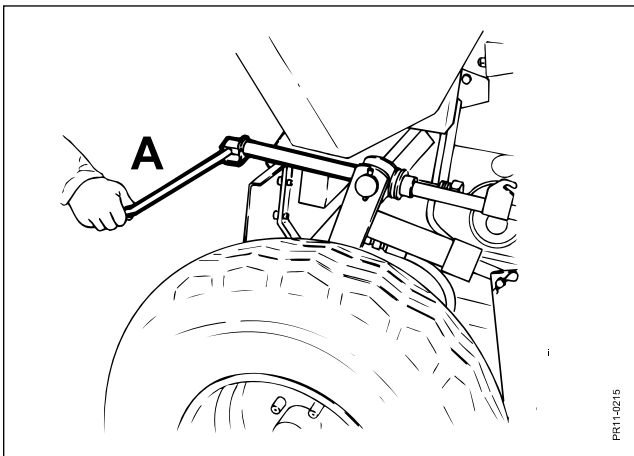

Fig. 3.15
- Fig. 3.15** Med spindel **A** strammes aflastningsfjedrene, så tilbehøret højst trykker med 30 kg